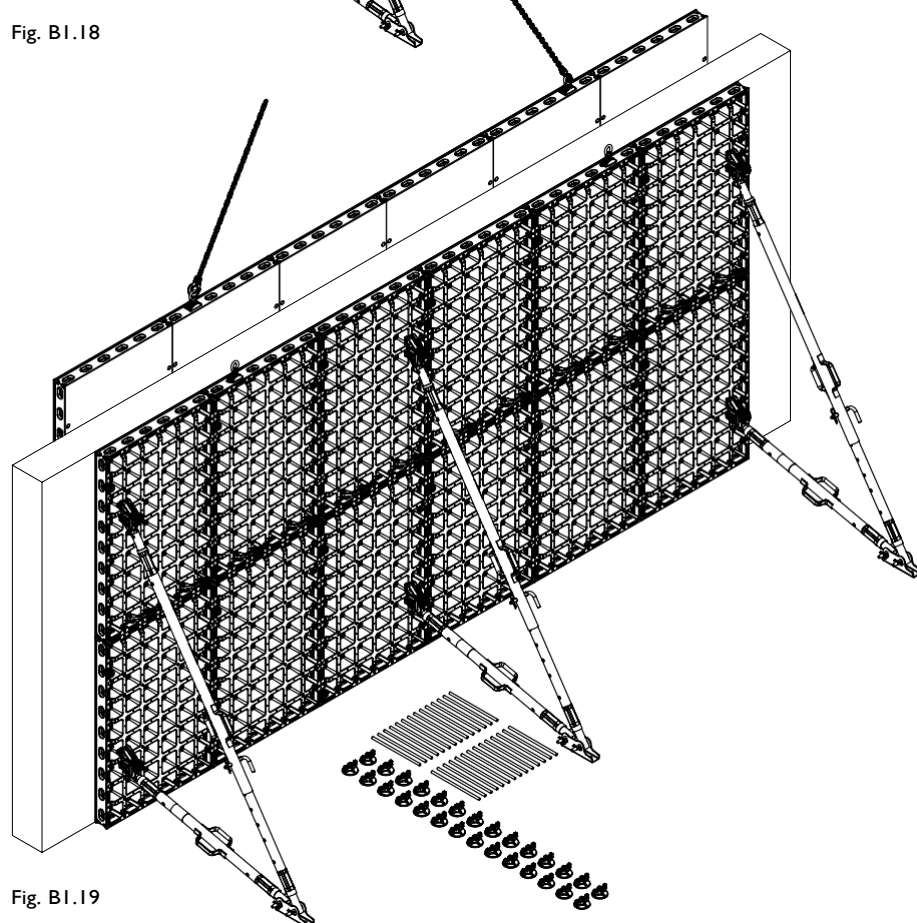

Fig. B1.19
5. Почистете и преместете елемента до следващото място за кофриране. (Fig. B1.19). За почистване виж секция E1.